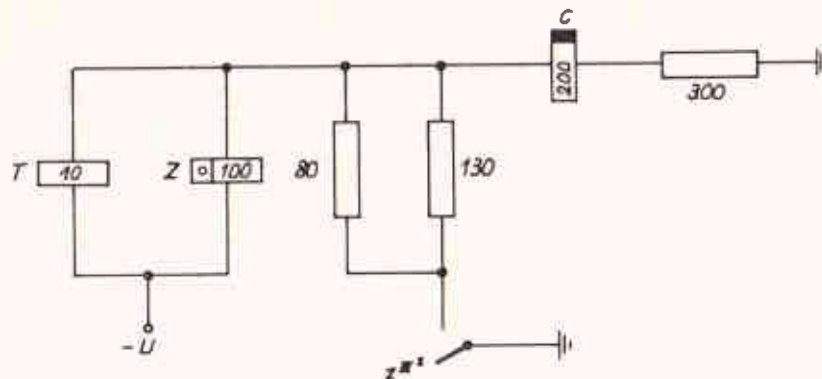

Abb. 2.9 – Stromlaufplan
5. Nachstehend ist ein Schaltungsauszug für den Zählvorgang des Wählsystems 50 vereinfacht dargestellt. Bei geöffnetem $z^{III/2}$ -Kontakt erhält der Gebührenzähler Z 100 Fehlstrom; bei geschlossenem $z^{III/2}$ -Kontakt wird der Gebührenzähler betätigt; $-U = 60\ \text{V}$ (Abb. 2.9). Wie groß sind Fehlstrom und Anzugsstrom des Gebührenzählers?